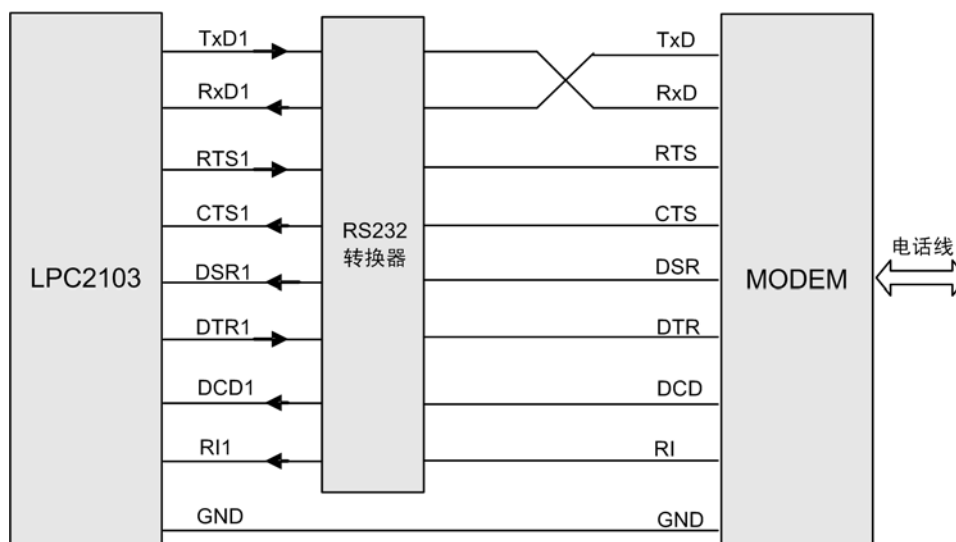

图 4.55 UART1 与 Modem 接口电路
- 当使用Modem接口时，需要一个RS-232 转换器将信号转换为RS-232 电平后，才能与Modem连接，如图 4.55所示。